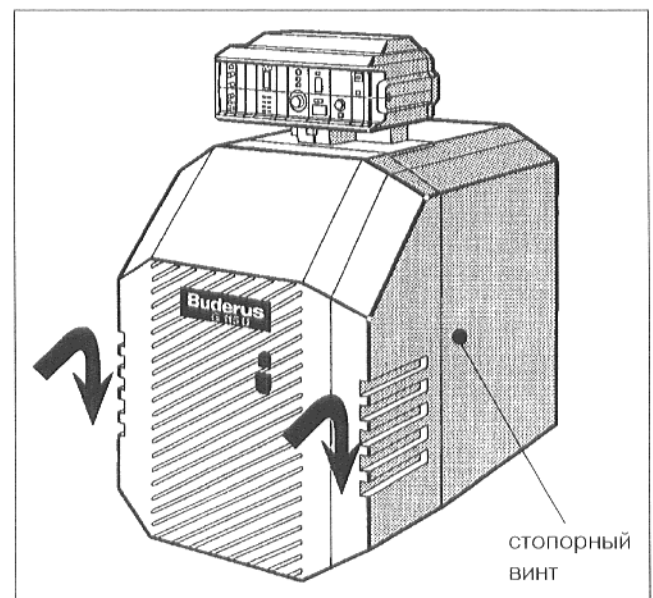

Рис. 25
- Подвесить опять облицовку дверцы горелки, или кожух горелки, вверху и придавить снизу. Закрепить кожух горелки (G115 U) слева и справа стопорными винтами (рис. 25).